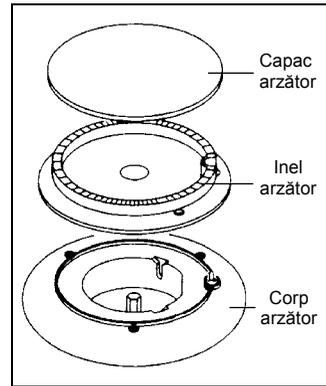

fig. 12
- Se înlătură grătarul plitei, capacele și inelele arzătoarelor (fig.12).